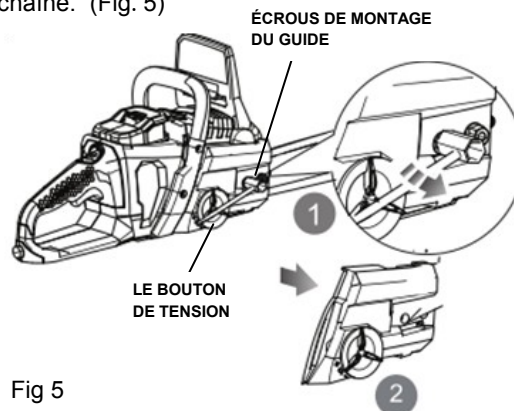

Fig 5
- Desserrez la chaîne en tournant le bouton de tension dans le sens anti-horaire. Retirez les écrous de montage du guide en utilisant la clé mixte fournie. Retirez le couvercle de chaîne. (Fig. 5)